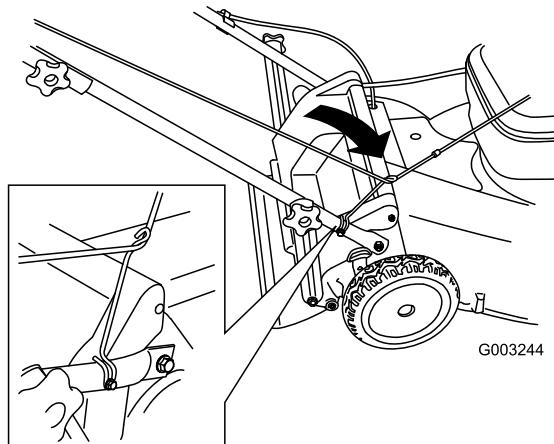

Figura 35
- Avvolgete il cavo di avviamento attorno al guidacavo inferiore (Figura 35).